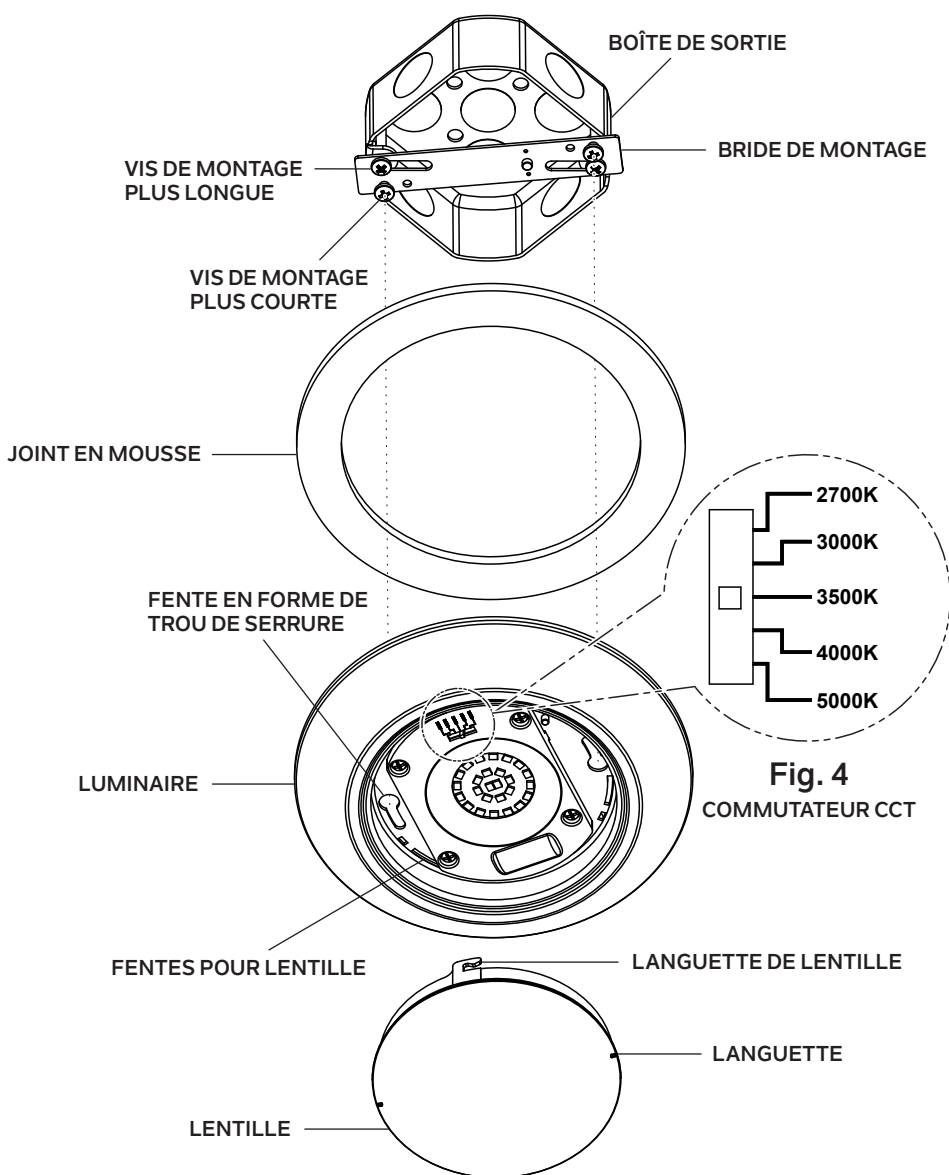

Fig. 4
- Select desired color temperature (2700K "soft white"-5000K "daylight") using the 5-position CCT selector switch (Fig. 4).
- Sélectionnez la température de couleur (2700K "blanc doux"-5000K "lumière du jour") avec le commutateur CCT en position 5 (Fig. 4).